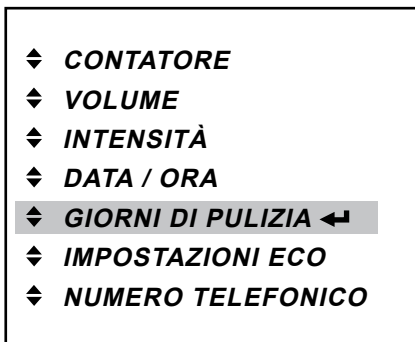

Fig. 42
- Premere il tasto INVIO per richiamare il menu «GIORNI DI PULIZIA». (Fig. 42)